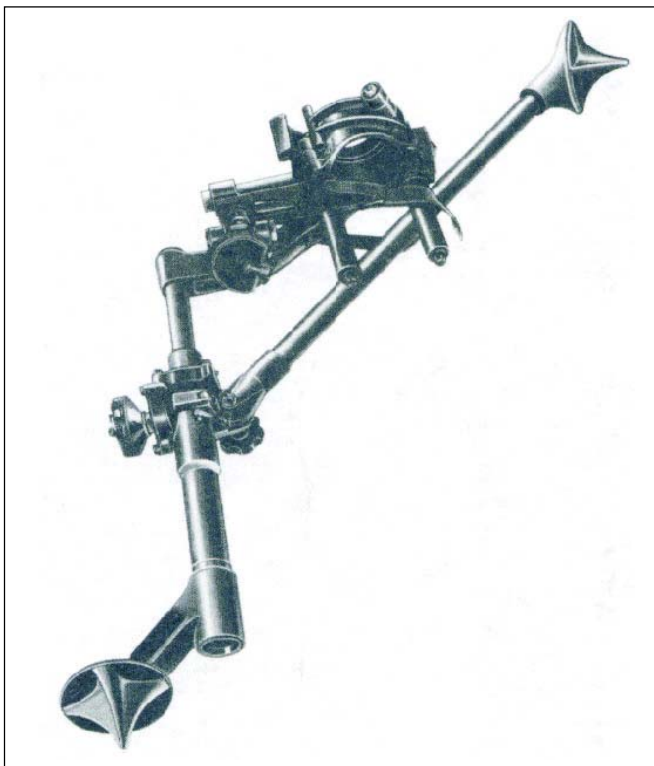

Fig 2-5. Bipé preparado para transporte
(2) O tubo de elevação está conectado na perna fixa junto com a manivela de elevação. A perna da direita é móvel, ajustável e possui uma porca-retém e um retém da perna móvel. Uma tira está amarrada na perna móvel para segurá-la na posição dobrada. Ambas as pernas possuem os pés na forma de sapatas em disco e pontiagudas para evitar que o morteiro saia do lugar ou deslize. O Bipé pesa 12,3 kg. (Fig 2-5)